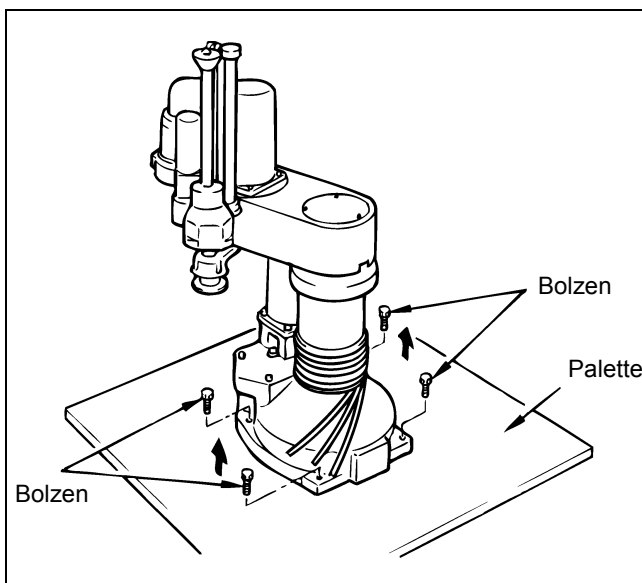

Abbildung 2-5 Entfernen der Befestigungsbolzen
- (5) Person A entfernt die 4 Bolzen, mit denen die Robotereinheit auf der Palette befestigt ist, wie in Abbildung 2-5 dargestellt.